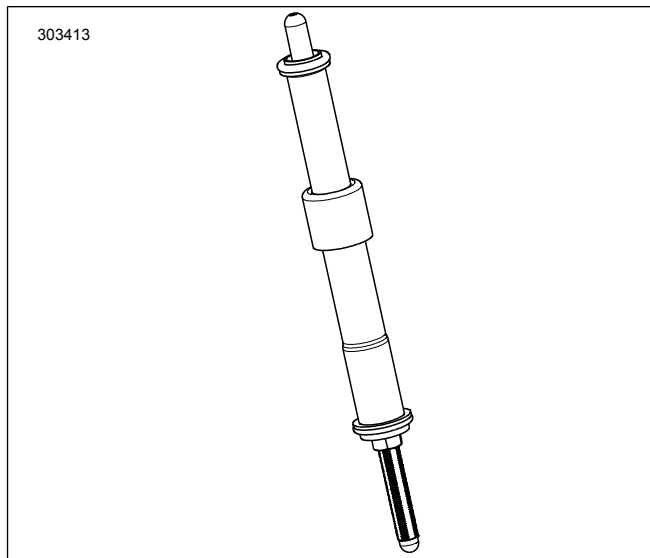

図2。プッシュロッドカバーに取り付けたプッシュロッド
- 図2インテークプッシュロッドをプッシュロッドカバーに取り付けます。Oリング、ロアプッシュロッドカバー、スプリングカバーキーパーをキットの新品と交換します。プッシュロッドのアジャスター側を下にしてください。